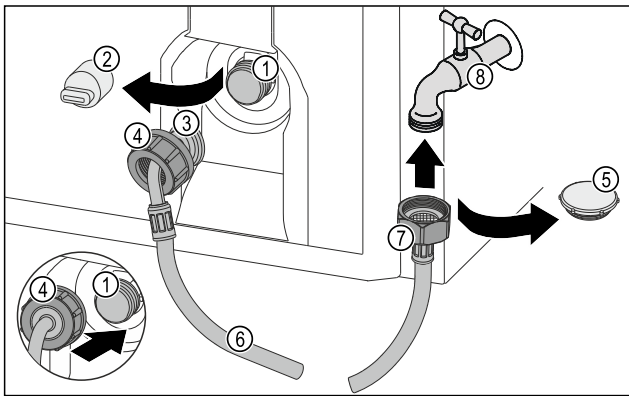

Fig. 72
- ▶ Снимите заглушку Fig. 72 (5).
- ▶ Прямой конец шланга Fig. 72 (7) подсоедините к крану для воды Fig. 72 (8).
- ▶ Навинтите гайку на прямом конце шланга Fig. 72 (7) по часовой стрелке.